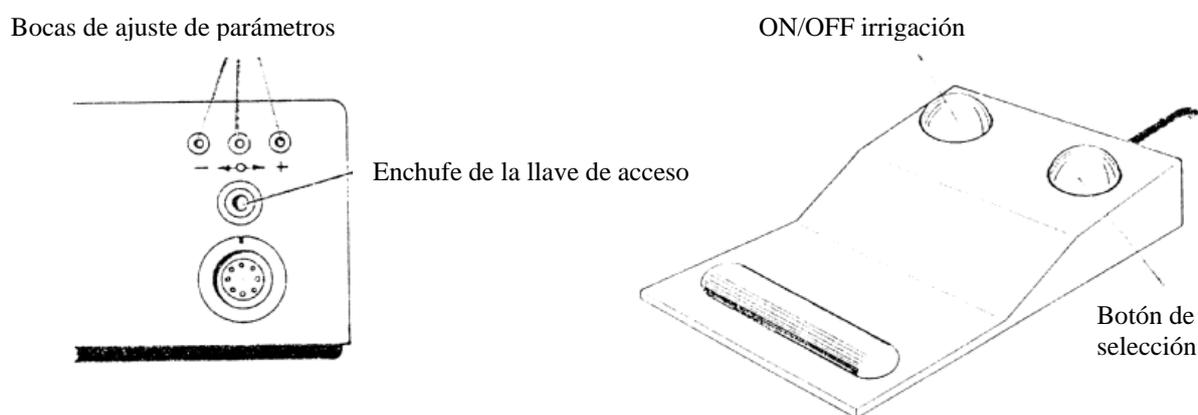

Fig. 9 + 10
1. Se coloca la llave de acceso en el enchufe correspondiente. Véase Fig. 9 – y se selecciona el paso que se quiere modificar, pisando el botón de selección tantos veces hasta que se haya escogido el paso del programa a modificar. (Véase Fig. 10).
2. Para seleccionar el modo de ajustes haga un “click” en la boca central con el “pin” de ajustes. Véase Fig. 9 - El cursor (fondo blanco) indica ahora, que la velocidad esta “abierta” para ajustes.